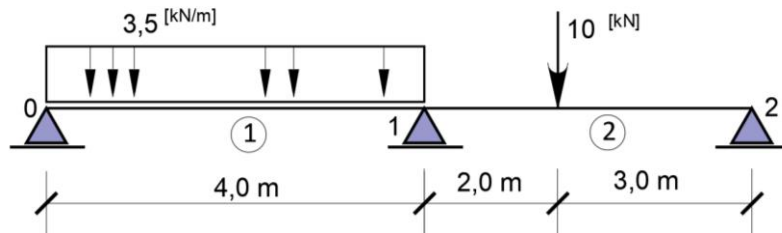

Figura 6. Viga hiperestática com dois vãos.
1.3.1 **Exercício 1:** Calcular e desenhar diagrama dos esforços seccionais de viga contínua ilustrada na Figura 6.